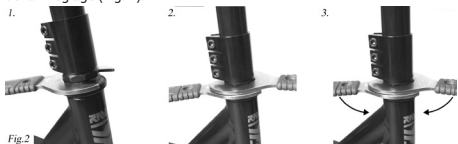

Fig.2
4. Si vous disposez de clés de gouvernail, serrez les deux écrous l'un contre l'autre. Cela prolongera la durée d'utilisation jusqu'au prochain réglage (Fig. 2).